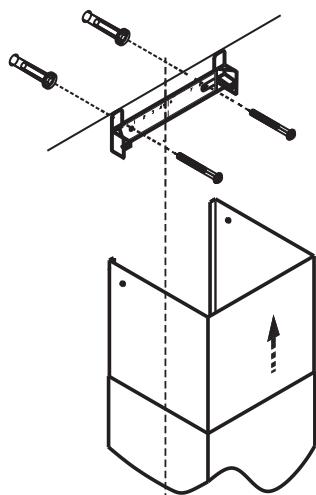

РИС. 6
- приложите кронштейн к стене, как показано на рис. 6;